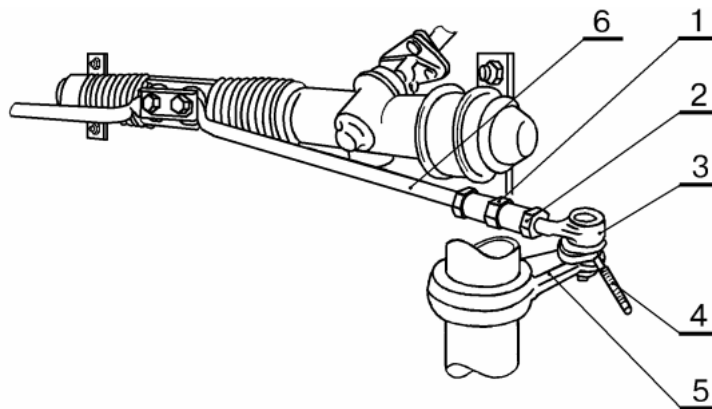

Рисунок 7 - Регулировка сходжения передних колес автомобилей ВА3 2108, 2109, 21099, 2113, 2114, 2115:
5.3.2 Удерживая тягу 1, рисунок 7, рулевой трапеции, ослабить затяжку контргаек 2 тяги (ключи 67.7812-9541 и 67.7812-9542).